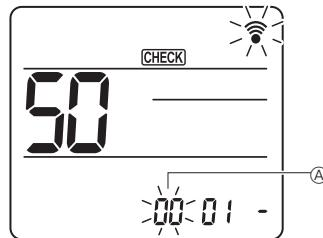

Fig. 6-15
- ② Réglage du numéro d'appareil
Appuyez sur les touches **▲** pour régler le numéro d'appareil ④. (Fig. 6-15)